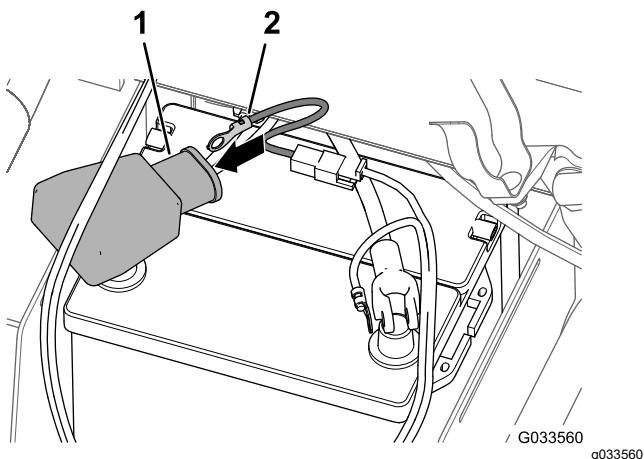

図 27
4. 図 27のように、ヒューズ付きリンクスプレーヤ用ワイヤハーネスのリング端子を、幅広のバッテリーカバーに通す。